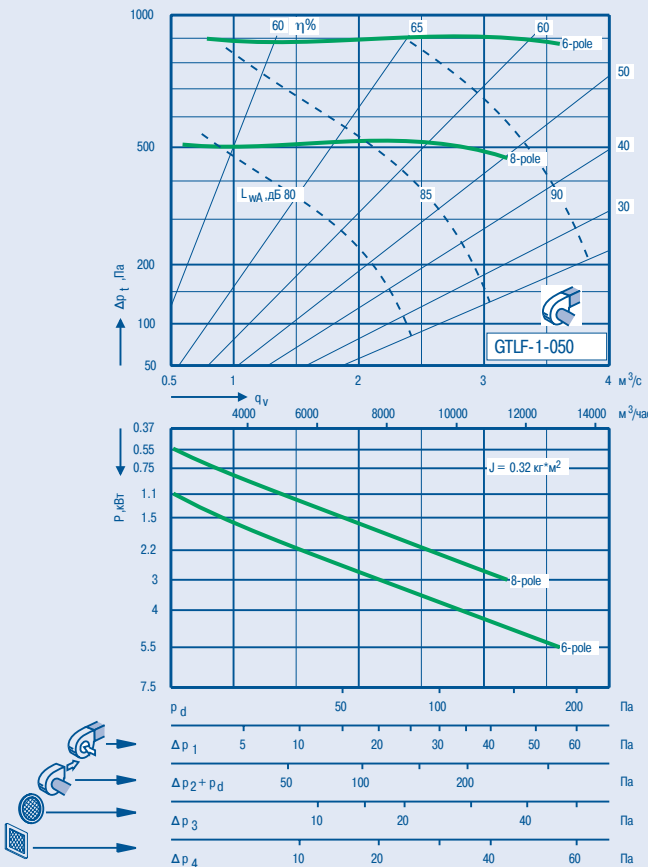

Рис. 9 Вентиляторная диаграмма вентилятора с непосредственным приводом
Примечание. В данном случае вентилятор будет монтироваться способом, отличающимся от показанного на вентиляторной диаграмме (рис. 9), поэтому необходимо добавить дополнительные перепады давления в виде потерь при соединении воздуховодов и аксессуаров. Эти дополнительные потери могут составлять несколько сотен паскалей и поэтому должны быть добавлены к внешнему перепаду давления в системе. Пример определения дополнительных потерь рассматривается в п. 2.
2. По шкале «Системные потери при соединении воздуховодов и аксессуаров» (см. рис. 9) определяются потери, которые должны быть прибавлены к перепаду полного давления в системе. Перепад полного давления в системе $\Delta p=583\text{ Па}$. Защитная решетка на выходе $\Delta p_4=18\text{ Па}$. Потеря давления на открытом выходе вентилятора $p_d+\Delta p_2=99\text{ Па}$. От вентилятора требуется увеличение полного давления $\Delta p_t=700\text{ Па}$.
3. Точка с параметрами $q=2\text{ м}^3/\text{с}$ и $\Delta p_t=700\text{ Па}$ наносится на подробную вентиляторную диаграмму (см. рис. 9). Если рабочая точка попадает на вентиляторную кривую для стандартного количества полюсов двигателя, то вентилятор будет иметь требуемую производительность. Из диаграммы определяется скорость вентилятора (n), КПД (η), уровень звуковой мощности по шкале A (L_{WA}) и потребляемая мощность (P).
4. Если рабочая точка находится между двумя вентиляторными кривыми (как в данном случае), то она сдвигается вверх или вниз по рабочей линии до вентиляторной кривой (см. рис. 9). Рабочая линия имеет такой же наклон, что и линии КПД. В результате получается: